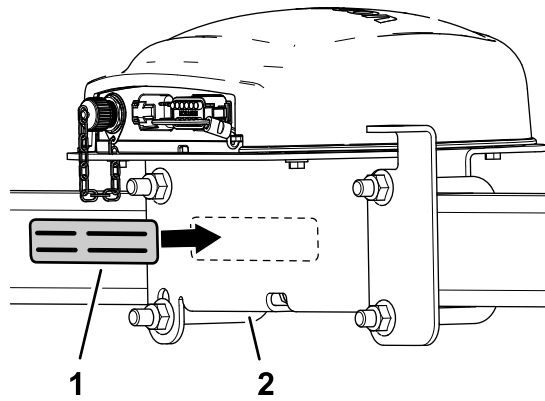

Рисунок 146
- Приложите наклейку с серийным номером к креплению приемника (Рисунок 146).